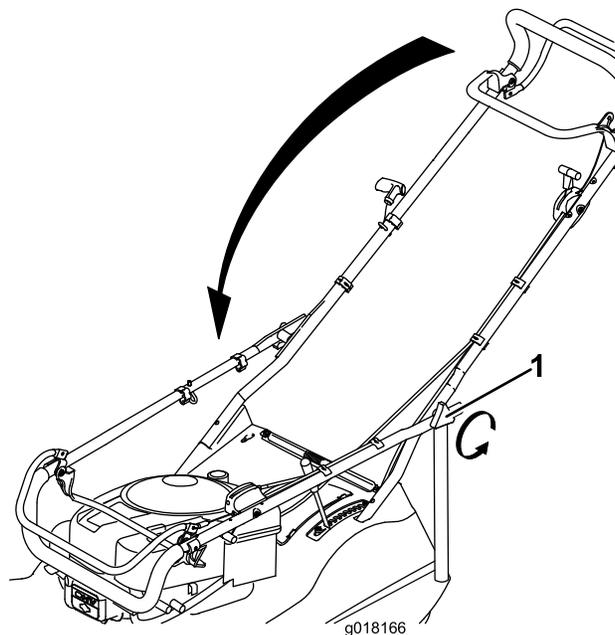

Figura 29
2. Fate ruotare la stegola in avanti (Figura 29).